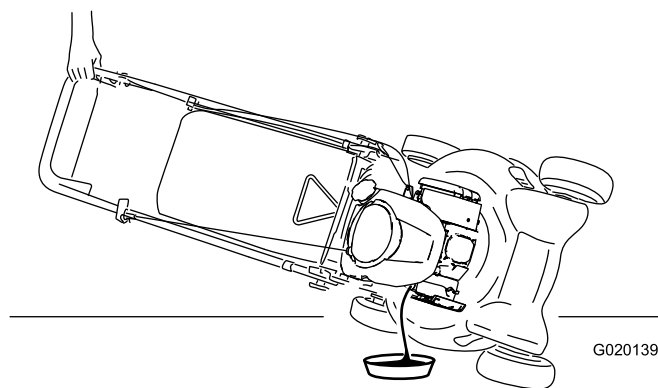

Figura 21
5. Rimuovete l'asta e vuotate l'olio usato nella bacinella di spurgo dell'olio (Figura 21).